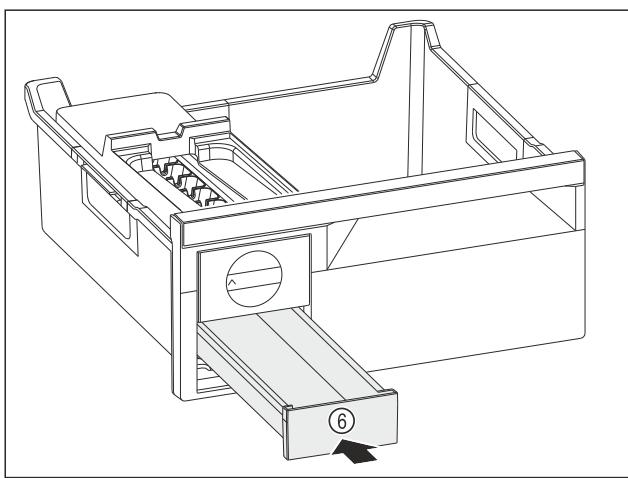

Fig. 87
- Zasuňte zásuvku na kocky ľadu Fig. 87 (6).